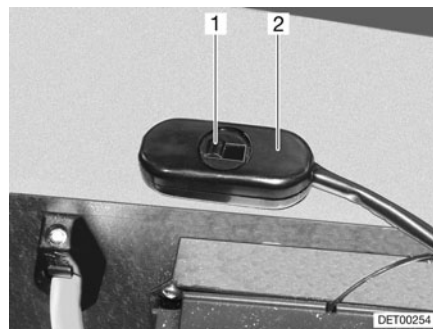

Fig. 123 Interruptor para la reducción de la velocidad
La velocidad de la bomba de circulación se puede ajustar con el conmutador deslizante (Fig. 123,2). Con una velocidad reducida disminuyen los ruidos de rodadura de la bomba.
- Desplazar la corredera (Fig. 123,1) hacia la derecha. Se reduce la potencia.